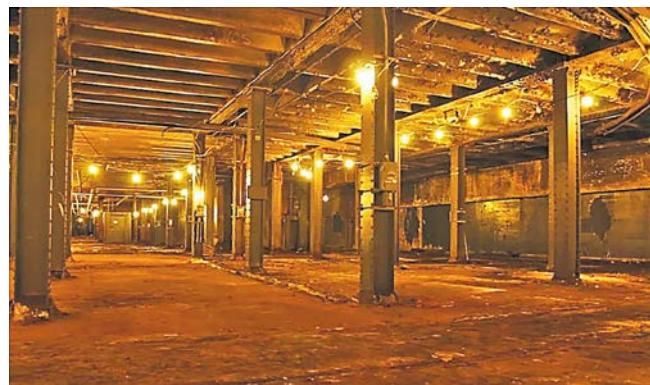

Рис. 21. Старый трамвайный парк в Нижнем Ист-Сайде, Манхэттен, Нью-Йорк.
**Подземный парк.** В Нью-Йорке на площади 0,6 га на территории терминала закрытого трамвайного депо с потолком на высоте 6,1 м в районе Нижний Ист-Сайд неподалеку от Вильямсбургского моста под улицей Диленси осуществляется строительство подземного парка Lowline (Лоулайн — Нижняя линия), в котором для освещения будет применяться инновационная солнечная технология. В 1948-м работа трамваев была прекращена, в 2009 году решено их бывшее депо (рис. 21) превратить в подземный парк, который примыкает к действующей станции метро «Эссекс».